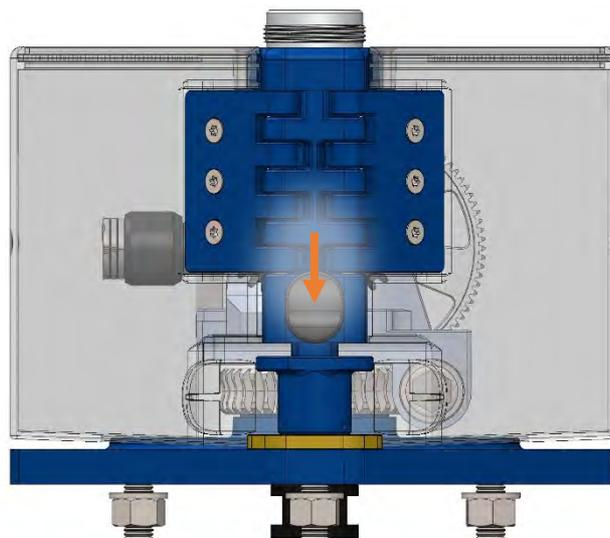

Figure 15
1. Appuyez sur le bouton situé sur le côté du capot. Figure 15;